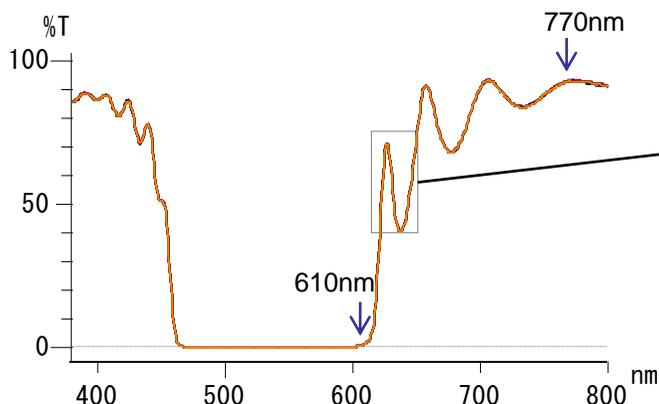
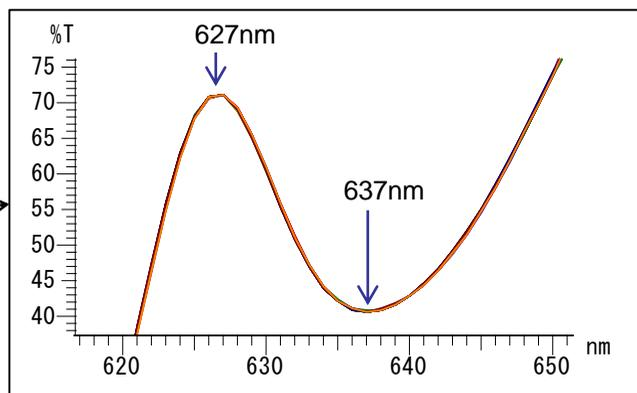

图4 电介质多层膜的透射光谱
图5 电介质多层膜的透射光谱（放大）
- ✓ 图4表示完整的谱图，图5表示在620~650nm波长范围内，25张重叠且放大的谱图。通过使用X-Y样品台，可获得重现性良好的谱图（表1）。